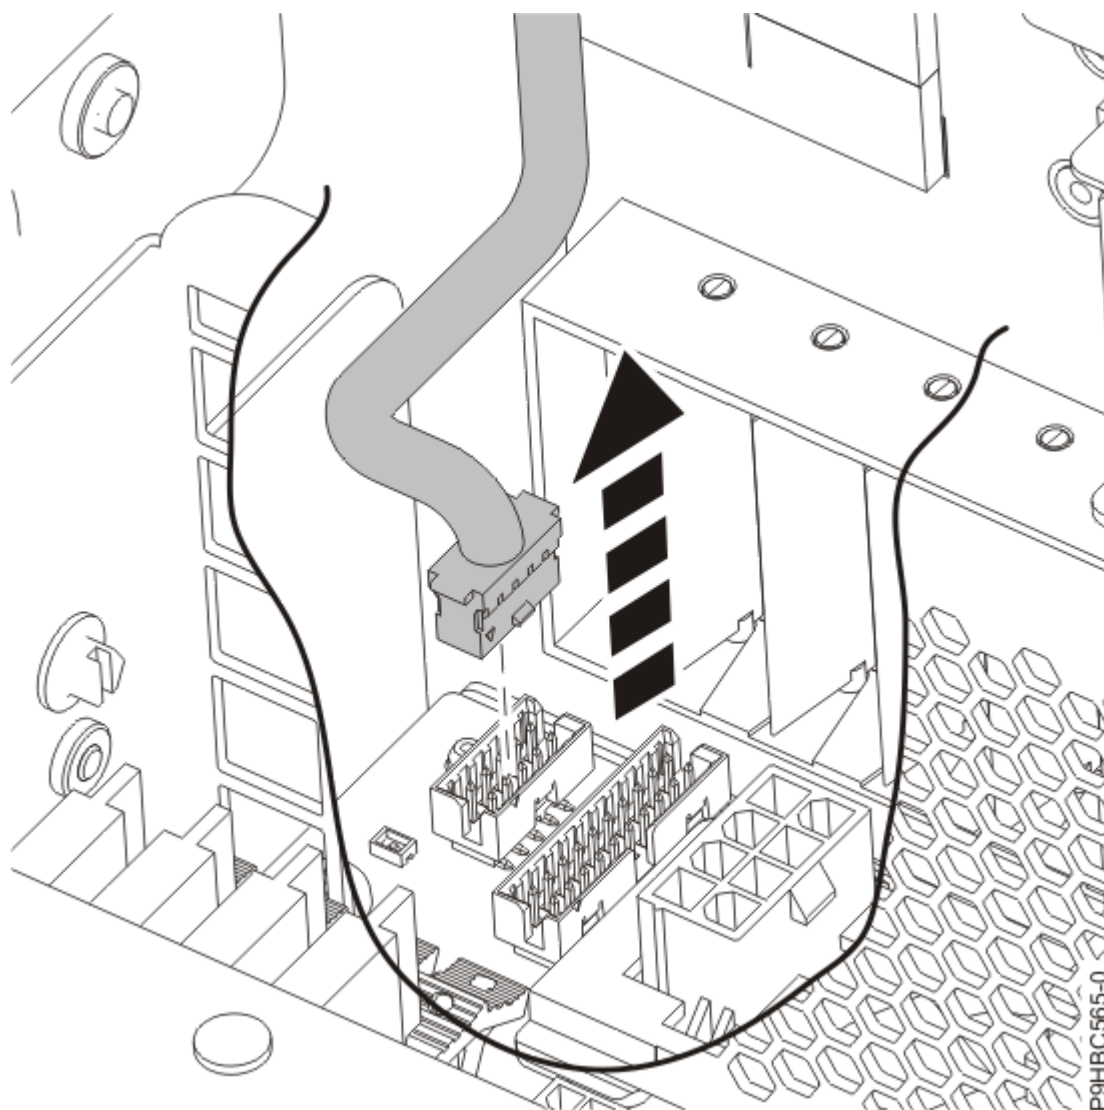
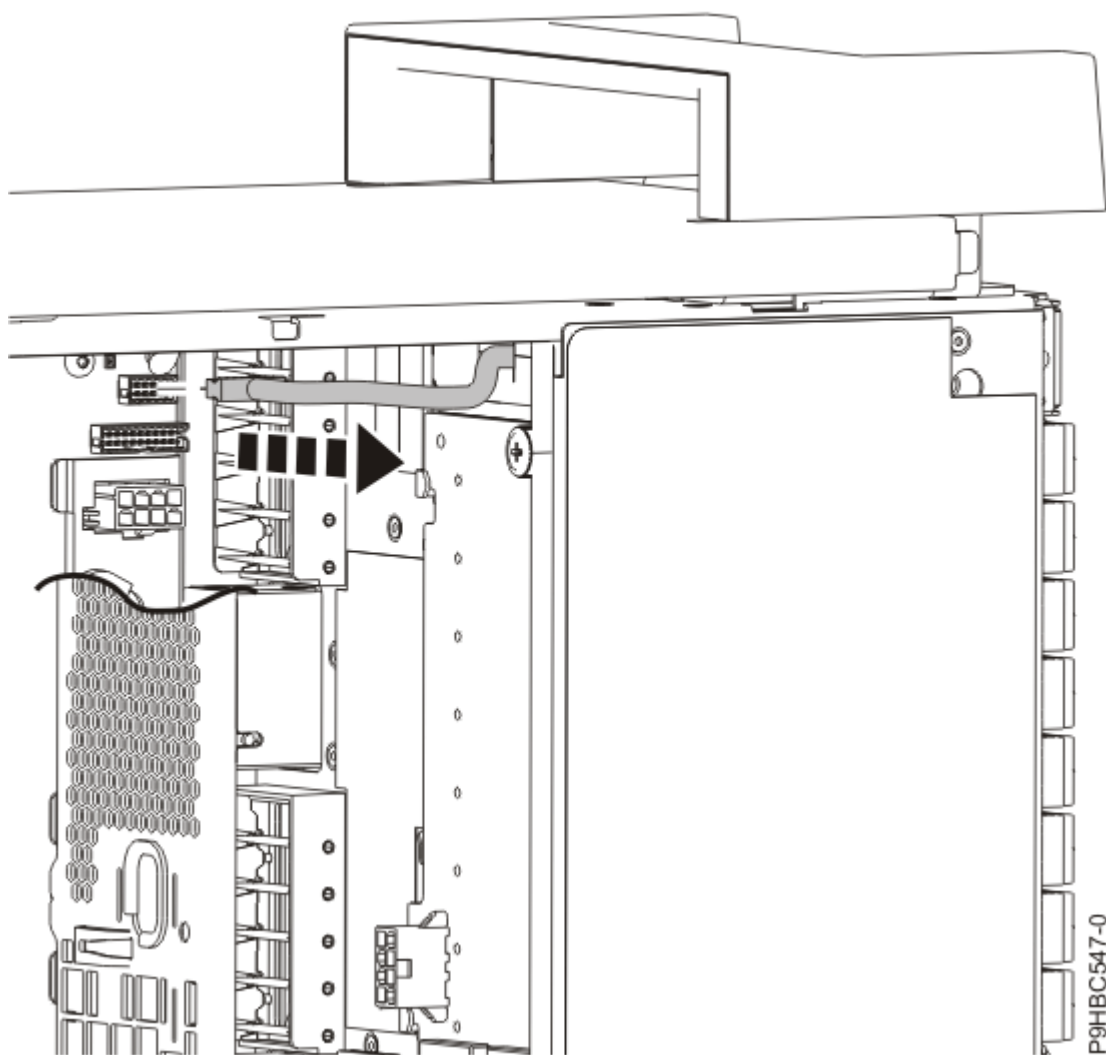

図 108. ラック・マウント型システムのシステム・バックプレーンからのコントロール・パネル・ディスプレイ・ケーブルの切り離し
図 109. スタンドアロン・システムのシステム・バックプレーンからのコントロール・パネル・ディスプレイ・ケーブルの切り離し
4. コントロール・パネル・ディスプレイ・ケーブルをシステム・バックプレーンから引き抜きます (113 ページの図 108 または 114 ページの図 109 を参照)。